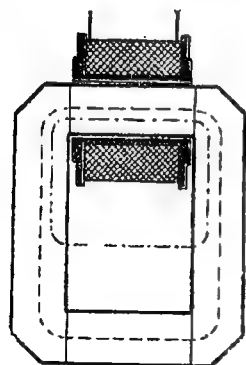

Fig. 95. — Circuit magnetic închis
53. **Circuit magnetic.** Să luăm o ramă de fier moale după cum se vede în fig. 95 și să înfășurăm o sârmă izolată, ale cărei capete le legăm la o sursă de curent electric.